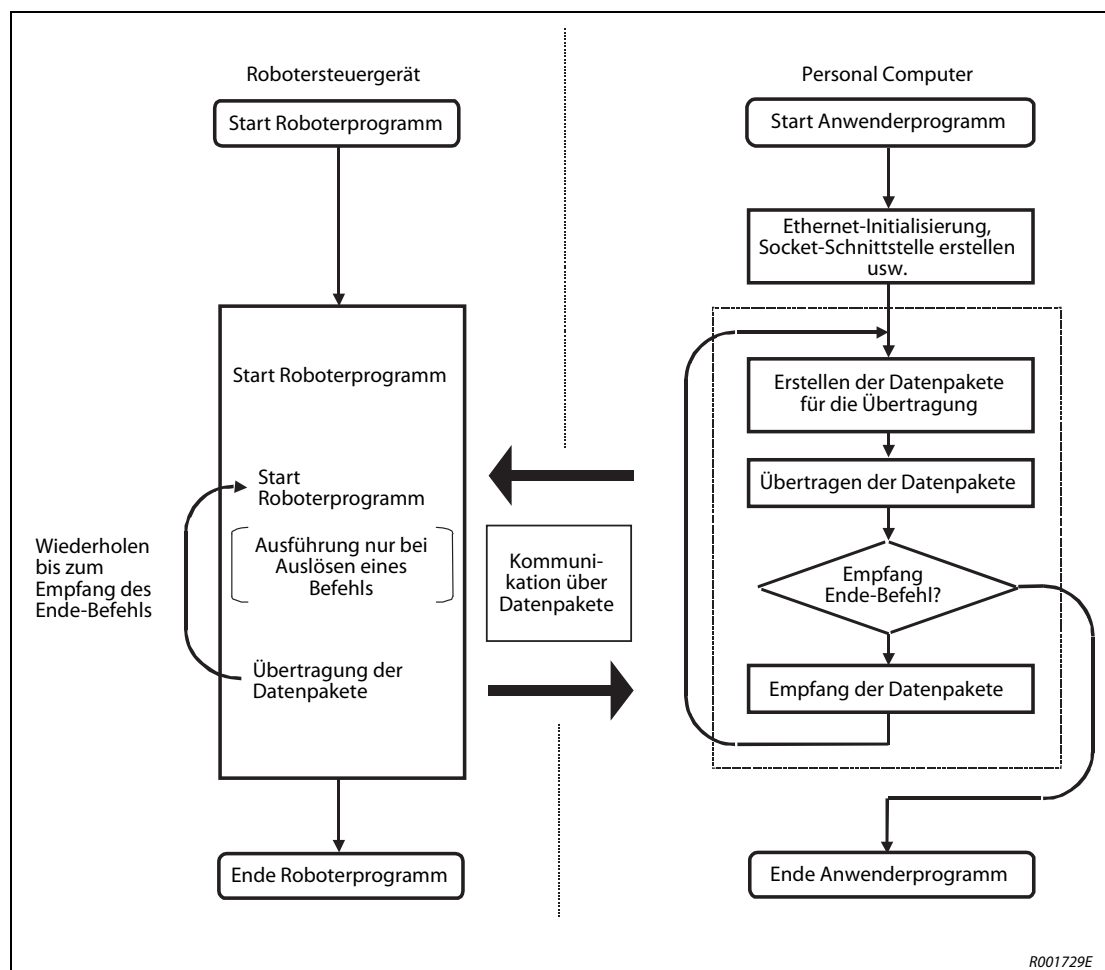

Abb. 11-3: Ablaufdiagramm der externen Steuerung in Echtzeit
① Abb. 11-3 zeigt das Ablaufdiagramm der externen Steuerung in Echtzeit.